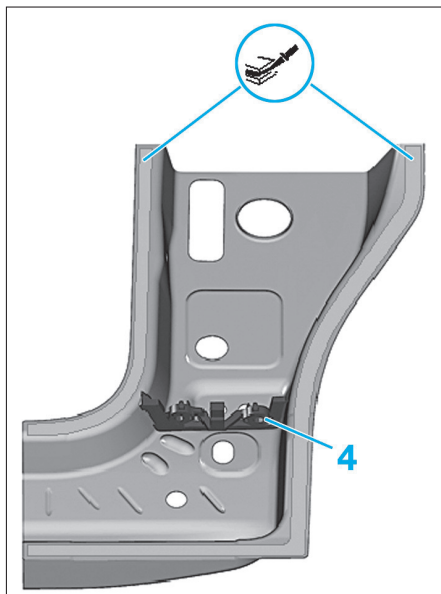

FIG. 37
- Apposer une nouvelle mousse (4) (Fig.37).
- Apposer un cordon de colle adéquat sur le renfort neuf (Fig.37).